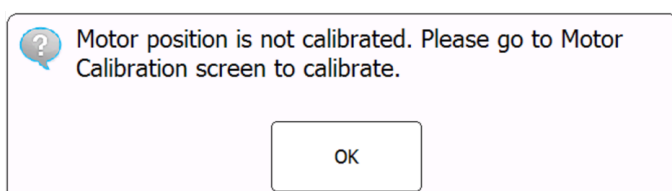

Figura 45 Notificación en caso de que la posición del motor no esté calibrada
La calibración del motor (CM) es un procedimiento que designa la ubicación de cada pocillo escaneado por los módulos ópticos de cada ranura individual. Los instrumentos se entregan con el paso de calibración del motor completado, y normalmente no es necesario volver a realizar la calibración tras recibir el instrumento. En caso de que vea una notificación en la pantalla táctil del instrumento que alerte de la necesidad de calibrar el motor (Figura 45), pulse **OK** y siga las indicaciones que aparecen en pantalla.